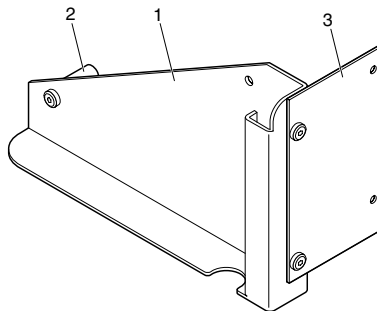

Fig. 3:
Il est composé d'un porte-affichage (1), d'une entretoise (2) et d'une tôle latérale (3) (Figure 3).